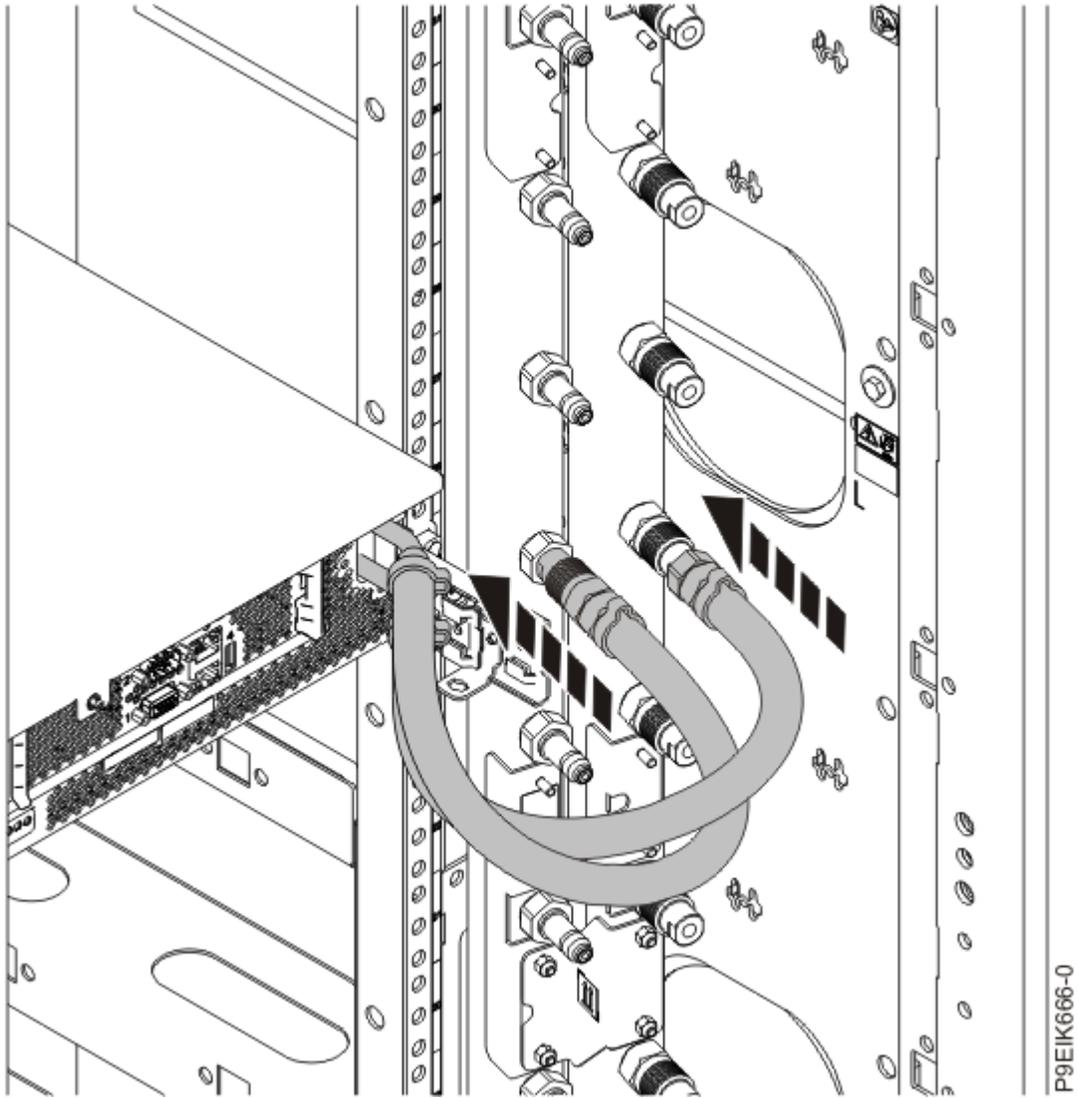

図 188. 冷却水ホースの再接続
4. ラックの背面で、冷却水ホースを再接続します (209 ページの図 188 を参照)。